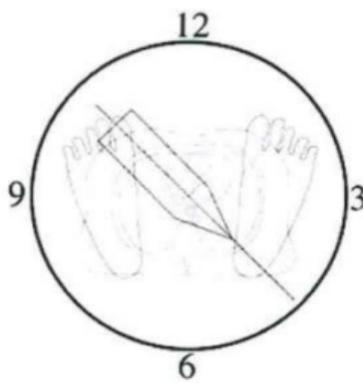

Fig. 2
- Ajuste o orientador da agulha para que a mesma fique perpendicular à fossa oval (tipicamente entre as 3:00 e as 5:00 horas, da perspetiva dos pés do doente). (Ver Fig.2. A ampliação é 2.9).